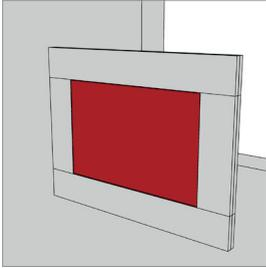

Bild 1:
- / Wenn die leichte Trennwand im Bereich der Brandabschottung nicht der geforderten Mindestschottdicke entspricht, ist ringsum die Schottöffnung wahlweise ein umlaufender Rahmen (s. Bild 2) bzw. eine Aufleistung (s. Bild 1) aus nichtbrennbaren Bauplatten (GKF-, Silikat bzw. Kalziumsilikatplatten der Klasse A2-s1, d0 bzw. A1 gem. EN 13501-1) vorzusehen.